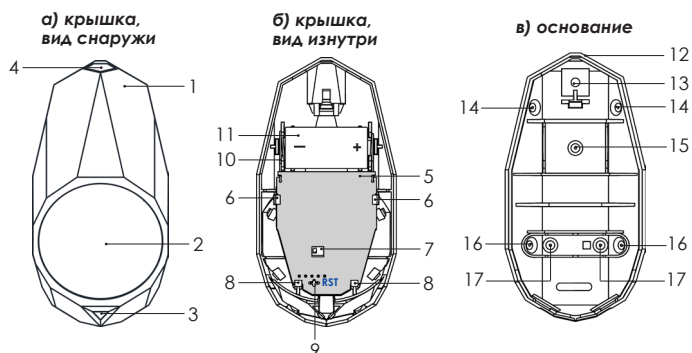

Рисунок 2 – Конструкция «Ri-MD-2B»
- Просверлите в основании корпуса отверстия (Рисунок 2 в), которые будут использоваться для крепления датчика.
- Выберите место установки, проведите разметку для монтажа с учетом положения отверстий на основании датчика, просверлите отверстия в стене. Для контроля отрыва от монтажной поверхности при креплении датчика используйте отверстия (16), (17).